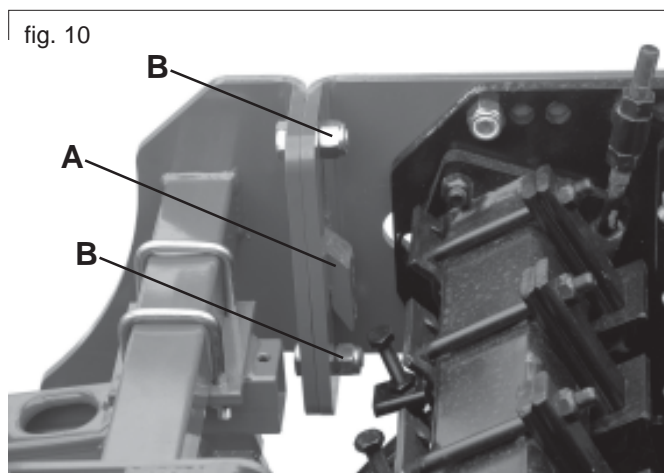

fig. 10
- 4) Die Kreiselegge äußerst vorsichtig mit dem Schlepper an die Sästangen annähern und diese durch Betätigen des Hubwerks wie auf Abbildung 10 (A) dargestellt ankuppeln.
- 5) Die Kupplung Kreiselegge-Sästangen mit den beige-stellten Schrauben (B, Abb. 10) blockieren.